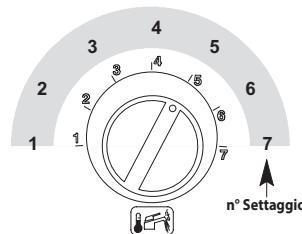

Figura 7.6
Per visualizzare il settaggio impostato tenere premuto il pulsante di ripristino 4 in Figura 3.1 per circa 5 secondi. Le spie di segnalazione 1 in Figura 3.1 lampeggeranno un numero di volte pari al settaggio (Figura 7.6).
- Per cambiare il settaggio ruotare la manopola regolazione temperatura sanitari 2 in Figura 3.1 e posizionarla nella posizione prescelta (Figura 7.6 vedi anche (nella figura es. manopola settata per posizione 3,5), la lampada di segnalazione blocco 5 in Figura 3.1 lampeggerà velocemente).